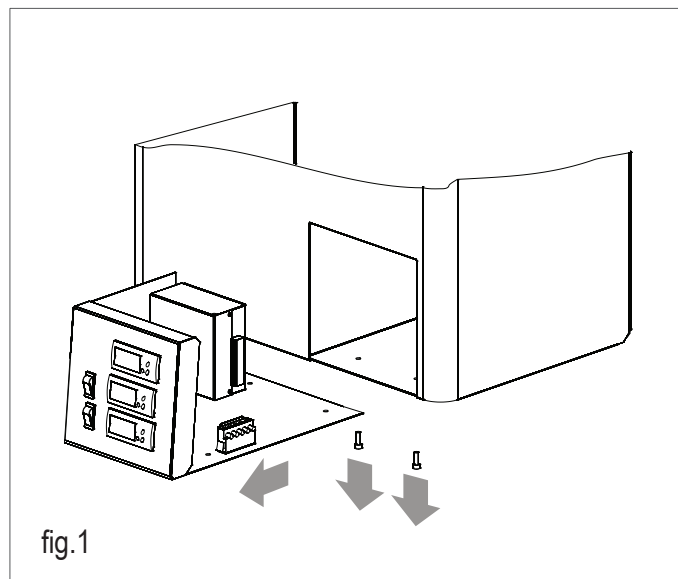

fig.1
- Soltar los tornillos M5 mm con la llave Allen de 4 mm y desplazar hacia el exterior la caja eléctrica según la (fig. 1).